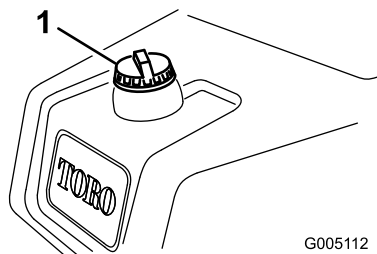

図 29
1. 燃料キャップ（図 29）の周囲をきれいに拭いてキャップ外す。